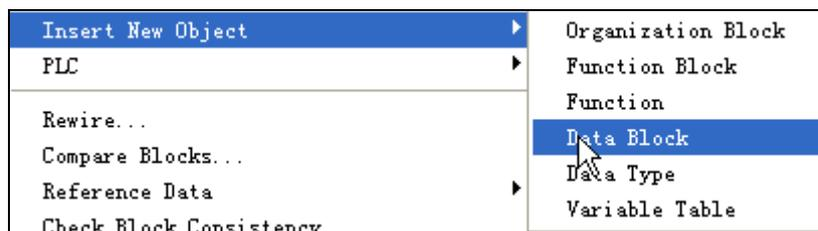

图 3- 18 新建数据块 DB1
(2) 将数据块中的数据地址与 PROFIBUS DP 从站中的“Ctrl/Stat & Ref/Fdbk (2+4bytes)”数据区相对应，如图 3- 19 所示。点击“保存”图标将其保存。